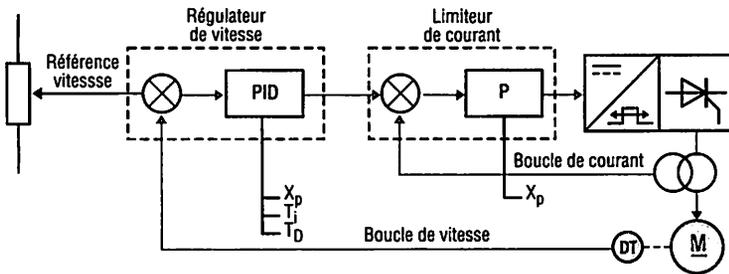

Fig. 14 : Régulation de vitesse et d'intensité pour un système à vitesse variable.
4.2. Schéma fonctionnel (fig. 14)